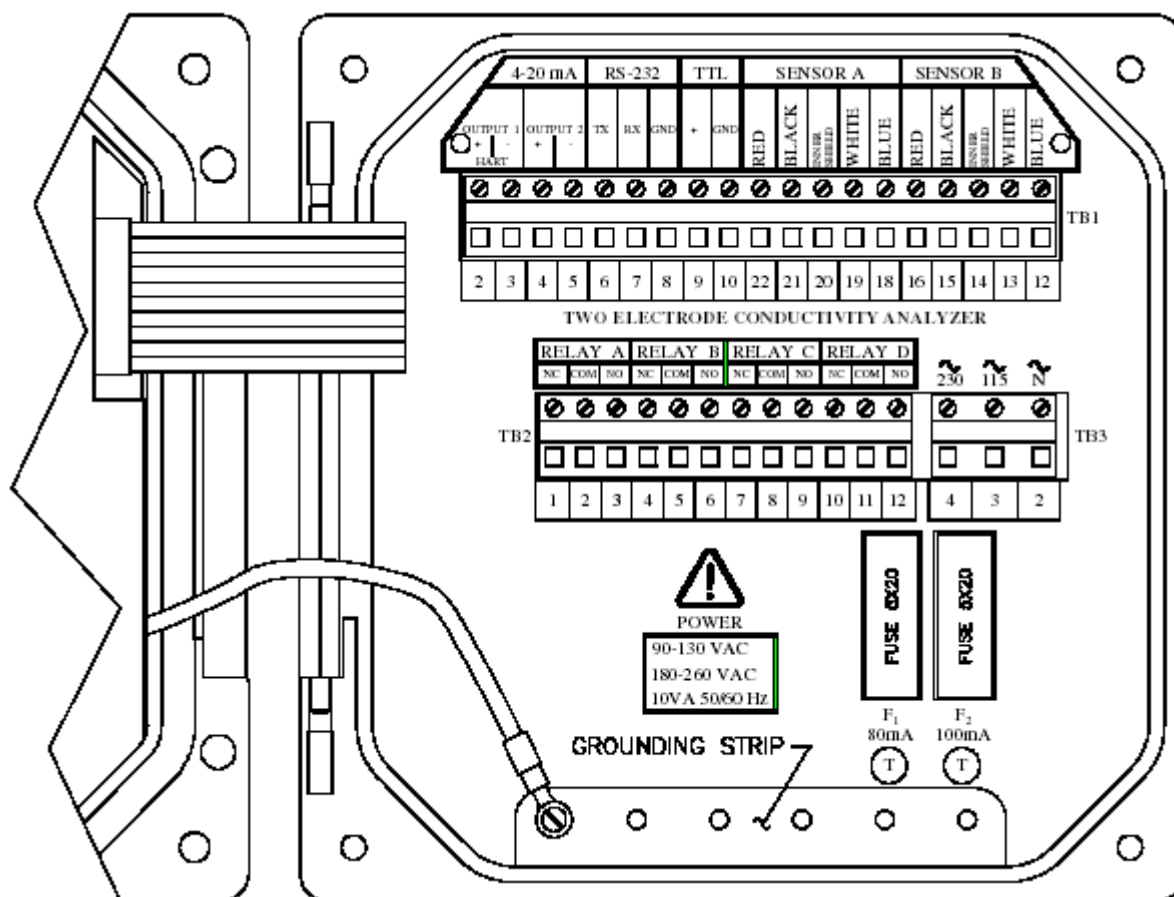

图 2-3 序列号前缀为“B”的测定仪的接线端标识
- 对于序列号前缀为“B”的测定仪, 连接到箱体底部的接地带(5 个开孔, 如图 2-3 所示)。